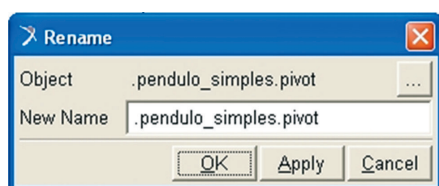

Figura 2.26 – Tela ativa para renomear a junta revoluta.
- Em seguida, escolha a opção *Rename*. A caixa de diálogo ativa deve ser alterada conforme a Figura 2.26.